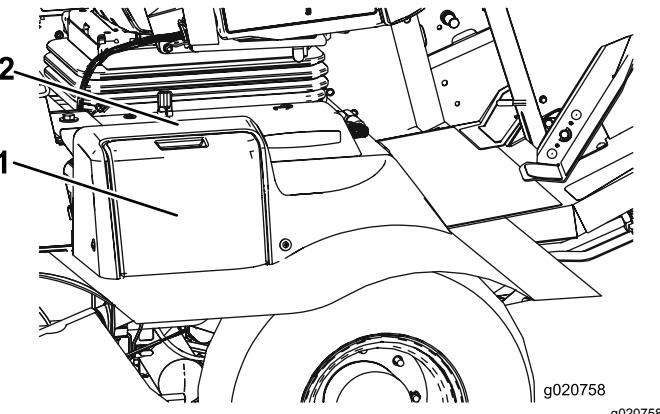

Figure 77
1. Ouvrez le couvercle de la batterie sur le côté du carénage (Figure 77).
**Remarque:** Appuyez sur la surface plate au-dessus du couvercle de batterie pour faciliter la dépose du couvercle (Figure 77).